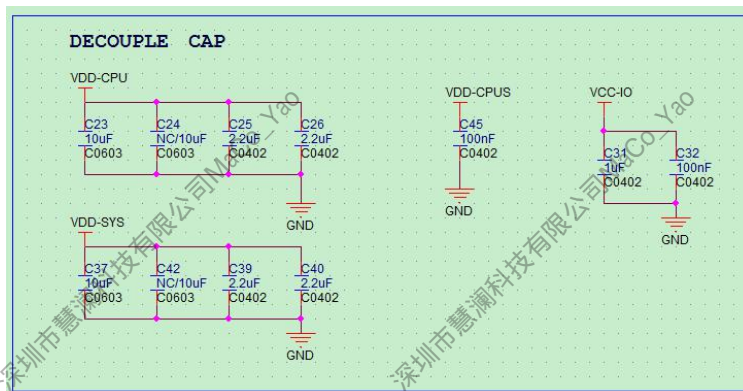

图 2-15 SOC 滤波电容
- SOC 部分的滤波电容不能删减，需严格按照标案原理图设计，否则会影响系统的稳定性，如图 2-15。